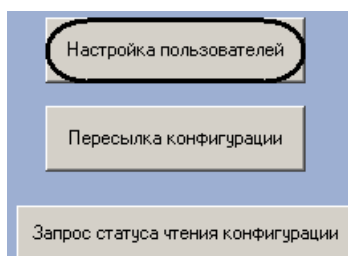

Рис. 3.3—21 Панель настроек объекта Болид (SDK Орион)
1. Перейти на панель настроек объекта **Болид (SDK Орион)** (Рис. 3.3—21).
2. Нажать кнопку **Настройка пользователей** (см. Рис. 3.3—21).